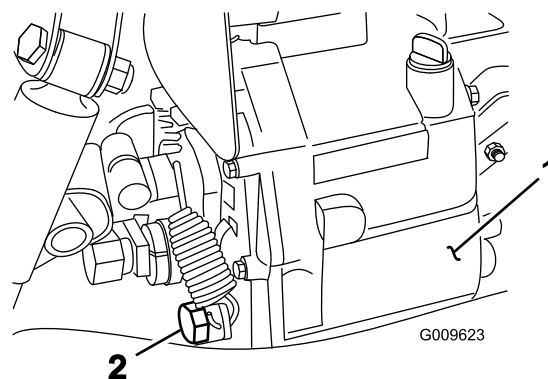

Figura 69
4. Scoatei buonul de golire din partea laterală a rezervorului i lăsați uleiul hidraulic să curgă într-o tavă de golire (Figura 69).